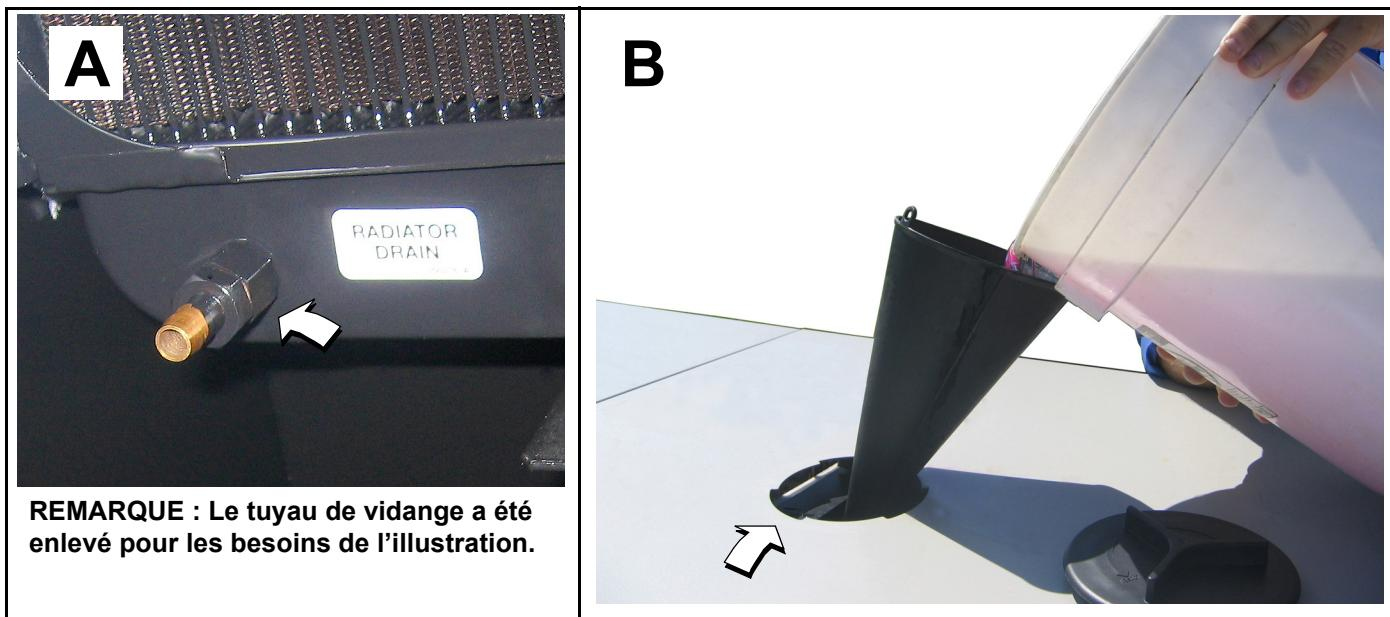

Figure 5-14. Vidange/remplissage du système de refroidissement
6. Faites tourner le raccord de la vis à tête hexagonale pour ouvrir le robinet de vidange. Voir la partie A de la Figure 5-14
14. Insérez un entonnoir dans le goulot de remplissage du radiateur. Voir la partie B de la Figure 5-14